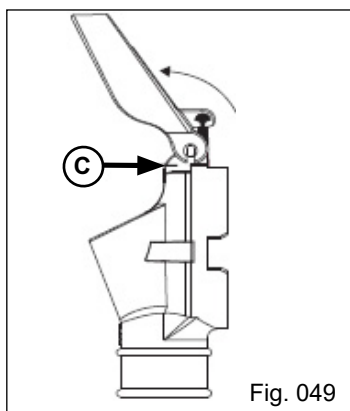
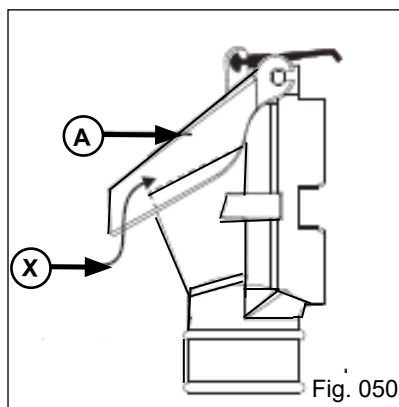

Fig. 049
Fig. 050
b) Introduza a tampa até o final do canal e faça o giro da mesma (Fig. 049), observando a mesma posição nos dois lados dos pinos do bocal. Após gire até o Batente "X" da face superior do bocal (Fig. 050).